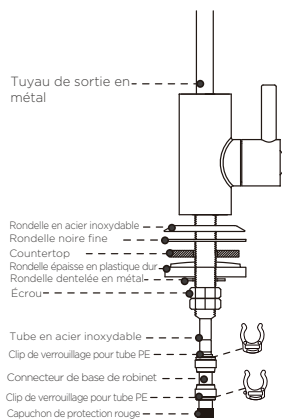

Figure 6
Localisez et organisez les pièces d'installation, voir la Figure 6 pour plus de détails sur l'assemblage.
2. En vous référant à la Figure 6, vous devrez installer la pièce dans l'ordre indiqué, rondelle en acier inoxydable. Rondelle noire fine. Faites glisser la deux sur la base de la tige filetée du robinet. La rondelle en caoutchouc fine doit être placée entre le dessus du robinet et la rondelle en acier inoxydable.
Poussez le connecteur sur la base du robinet jusqu'à ce que le connecteur touche le fond, voir la Figure 6.
1. Sélectionnez et marquez un emplacement sur le tuyau de vidange (A ou B). L'emplacement doit être droit, au moins 3" et avant le siphon en P (Fig. 6). Il est recommandé d'utiliser un emplacement vertical (Fig. 10)